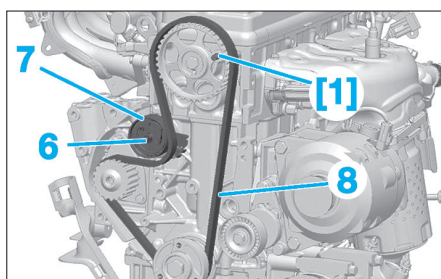

Fig. 11
- la poulie d'arbre à cames (4) ; à l'aide de la pige [1] (Fig.11).